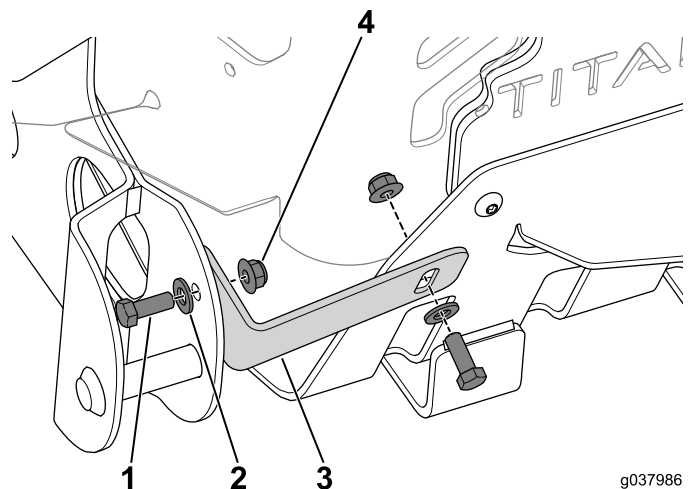

Figura 14
1. Utilizzate i 2 bulloni ($\frac{3}{8}$ " x 1"), 2 rondelle e 2 dadi per fissare la staffa del cesto di raccolta alla macchina (Figura 14).